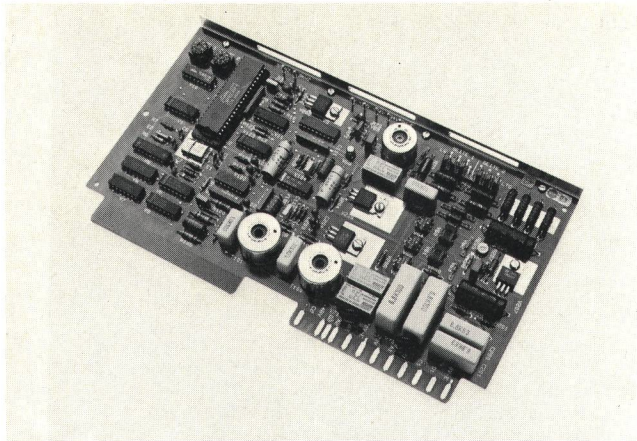
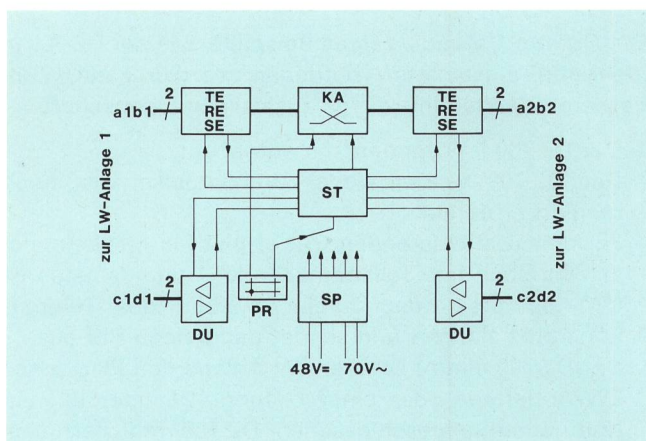

Fig. 4
Fig. 5
- Eine LW-Anlage ist in einer Verkaufsabteilung eingesetzt. Durch Direktruf soll eine Verbindung zum Lager (einfacher Telefonapparat oder 2-Leitungs-Apparat) aufgebaut werden können (Fig. 4).
- Une installation LW est utilisée dans un département de vente. Par appel direct, on souhaite établir une communication avec le magasin (appareil téléphonique simple ou appareil à deux lignes, fig. 4).
## 22 Technische Lösung DZ 700 (Fig. 4)
Figur 5 zeigt das Blockschaltbild des DZ 700. Die Koppelung der Gesprächswege geschieht galvanisch über die Koppelanordnung KA. Die beiden Blöcke links und rechts von KA sind Teilnehmerschaltungen, die die Signalisation auf den Sprechadern zu einem Steuerkasten oder einem Telefonapparat sicherstellen (Ruf- und Toneinkopplung sowie Schlaufenstromerkennung). Die beiden Datenübertragungsschaltungen DU sind Modems, die die Verbindung zu den beiden beteiligten Steuerkästen gewährleisten (sie sind nur in Betrieb, wenn der DZ 700 auf den LW-Anschluss eines Steuerkastens geführt wird). Das Programmierfeld PR dient zur Einstellung des Betriebsmodus (Fig. 1, 2 oder 3), einerseits durch Einstellung von Drehcodierschaltern (Fig. 4 oben links), andererseits durch entsprechendes Stecken der Kurzschlussbügel (Fig. 4 rechts oben). Um Zeitverlust zu vermeiden, ist die Programmierung genau nach Installationsanweisung vorzunehmen.
#### 22 Solution technique adoptée pour le dispositif DZ 700 (fig. 4)
La figure 5 montre le schéma bloc du dispositif DZ 700. Le couplage des voies de conversation est assuré galvaniquement au moyen du coupleur KA. Les deux blocs, à gauche et à droite du circuit KA, sont des circuits d'abonnés, qui acheminent la signalisation sur les conducteurs de conversation vers une boîte de commande ou un appareil téléphonique (couplage de l'appel et d'une tonalité ainsi que reconnaissance du courant de boucle). Les deux circuits de transmission de données DU sont des modems, qui assurent la communication avec les deux boîtes de commande concernées (ils ne sont en service que lorsque le circuit DZ 700 est connecté à un raccordement LW d'une boîte de commande). Le secteur de programmation PR sert à fixer le mode d'exploitation (fig. 1, 2 ou 3), d'une part par simple manœuvre du commutateur de codage rotatif (fig. 4, en haut à gauche), d'autre part, par mise en place des étriers de court-circuit voulus (fig. 4, à droite en haut). Pour éviter les pertes de temps, il importe de programmer le module en observant soigneusement les instructions d'installation.